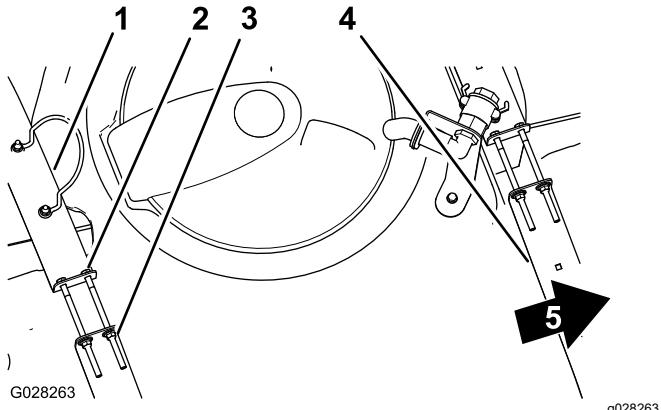

Figura 20
- Verifique se há algum movimento entre as correias do depósito e o depósito (Figura 20).
- Se as correias do depósito estiverem largas, aperte os parafusos e as porcas de bloqueio na parte superior das correias até estas ficarem justas à superfície do depósito (Figura 20).